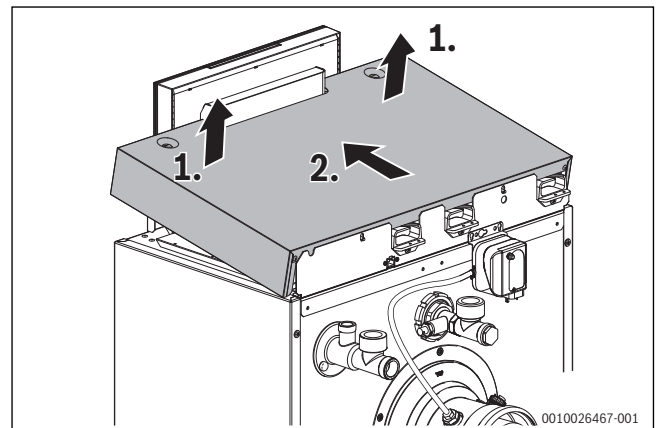

Bild 20 Kesselhaube abnehmen
- Kesselhaube im vorderen Bereich nach oben anheben und dann nach vorne abnehmen (→ Bild 20).